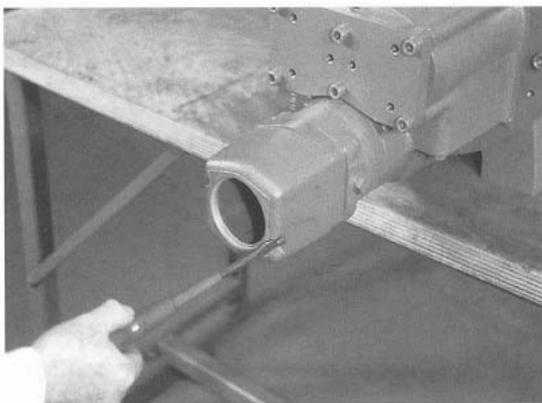
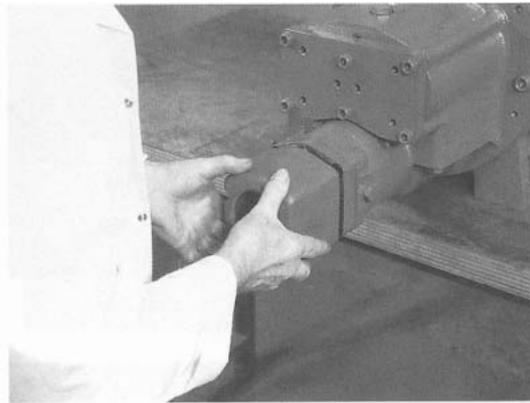

Рис. 25
Рис. 26
14. Открутите два верхних крепежных винта (рис. 25), крепящих крышку концевого выключателя, и снимите крышку. (Рис. 26) Это позволит получить доступ к микропереключателям и потенциометрам.